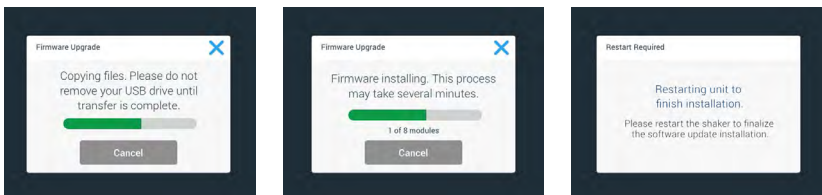

Figure 118 : Messages d'installation de la mise à niveau du microprogramme
15. Divers messages s'affichent pour vous informer de la progression de l'installation, comme représenté sur la Figure 118.